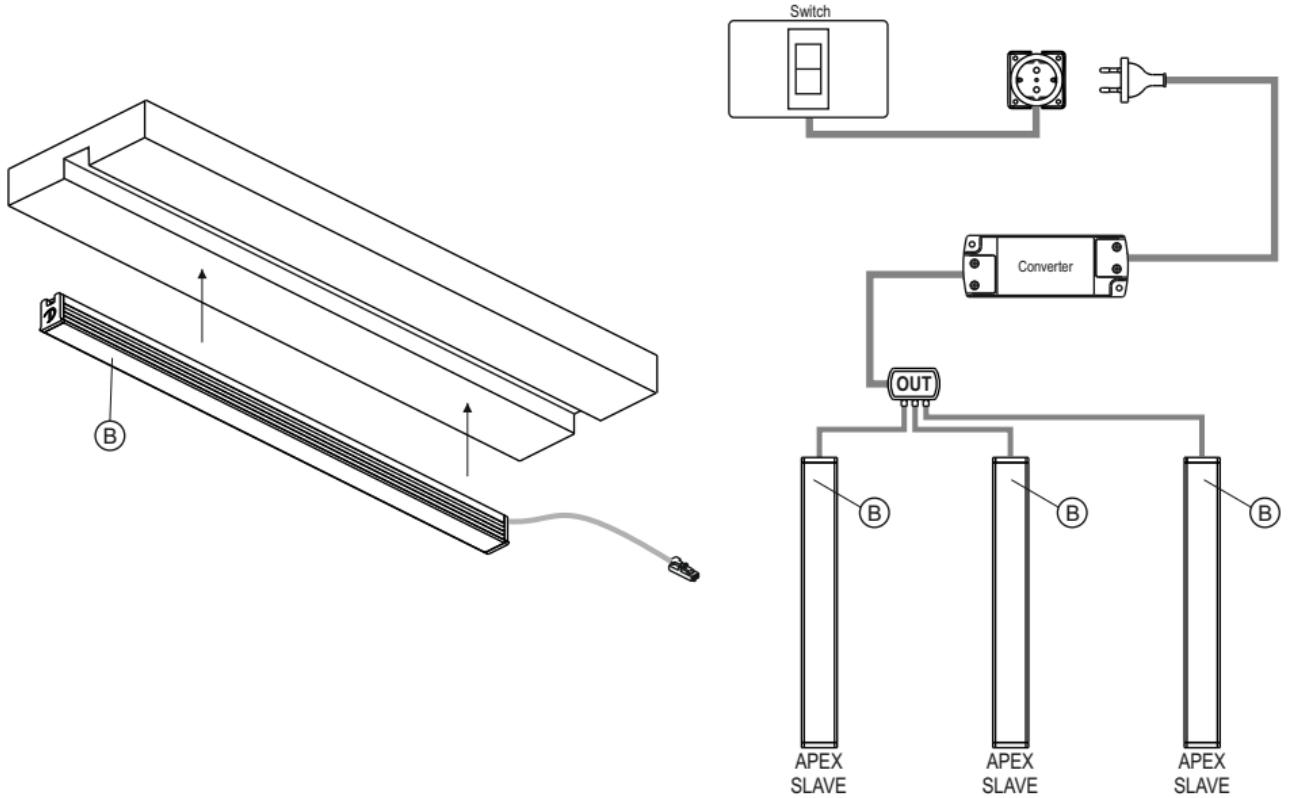

Fig.6
**APEX SLAVE** (B) ist eine Leuchte ohne Schalter, somit muss die Einschaltung über einen separat auf der Primärseite des Konverters angeschlossenen Schalter erfolgen oder über eine gesteuerte Steckdose, wie in Abbildung 6 dargestellt.